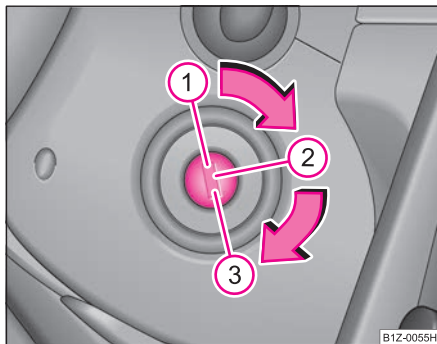

Abb. 91 Zündschlossstellungen
- Den Motor schalten Sie durch Drehen des Zündschlüssels in Stellung ① aus ⇒ Seite 104, Abb. 91.